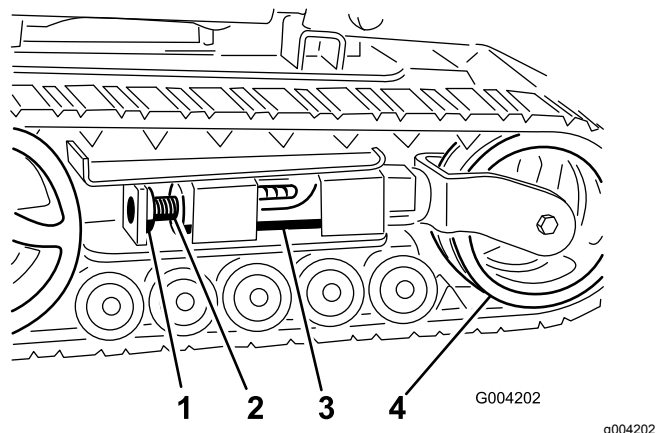
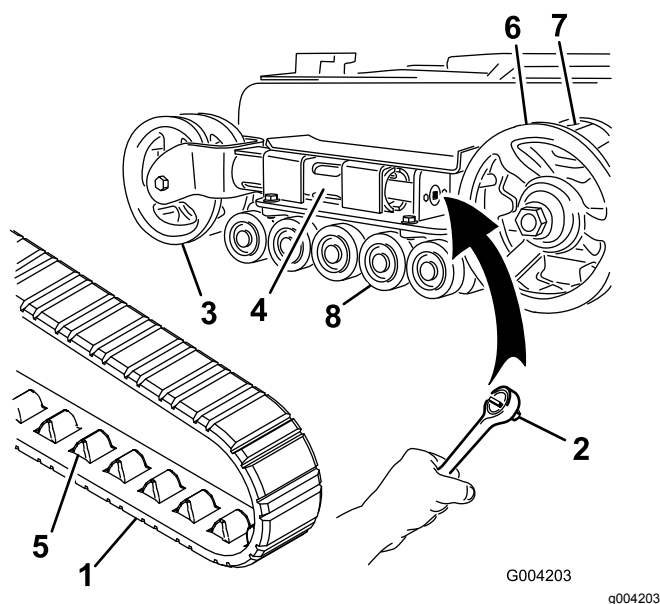
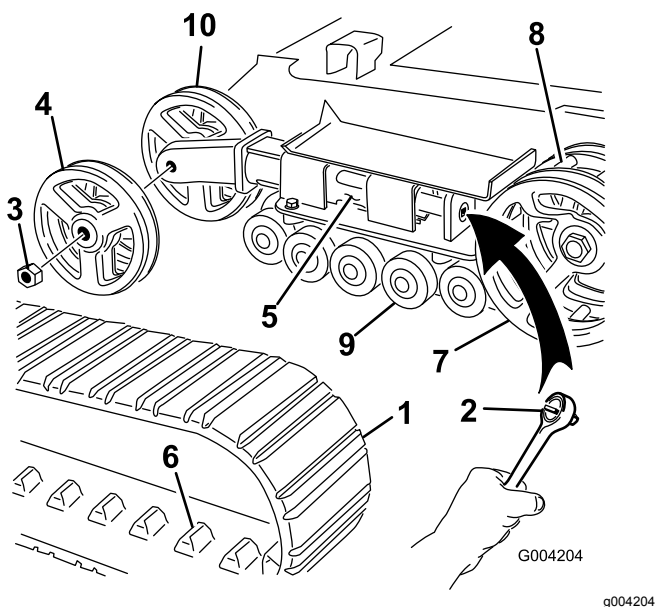

Рисунок 45
Рисунок 46
Рисунок 47
4. Отвинтите зажимной болт и гайку (Рисунок 45).
6. Совместите ближайшую выемку в натяжном винте с отверстием в зажимном болте и закрепите винт при помощи зажимного болта и гайки (Рисунок 45).
Примечание: Если передние натяжные колеса установлены в вилке на конце натяжной трубы, на вашей машине установлены узкие гусеницы. (Рисунок 46).
вращая натяжной винт по часовой стрелке (Рисунок 45 и Рисунок 46).
Примечание: Если передние натяжные колеса установлены на конце натяжной трубы с боковых сторон, на вашей машине установлены широкие гусеницы (Рисунок 47).
6. Надавите на натяжное колесо в направлении задней части блока, чтобы придвинуть натяжную трубу к раме (Рисунок 46).
8. Когда гусеница будет снята с натяжного колеса, снимите ее с ведущей звездочки и опорных катков (Рисунок 46).
9. Сначала установите новую гусеницу на ведущую звездочку. Звенья гусеницы должны находиться между зубьями звездочки (Рисунок 46).
10. Протолкните гусеницу под опорные катки и одновременно между ними (Рисунок 46).
5. Используя ключ с храповым механизмом на 1/2 дюйма, ослабьте натяжение привода, вращая натяжной винт по часовой стрелке (Рисунок 45 и Рисунок 47).
6. Надавите на натяжное колесо в направлении задней части блока, чтобы придвинуть натяжную трубу к раме (Рисунок 47).
7. Отвинтите гайку, которая крепит внешнее натяжное колесо, и снимите колесо (Рисунок 47).
8. Снимите гусеницу (Рисунок 47).
9. Отвинтите гайку, которая крепит внутреннее натяжное колесо, и снимите колесо (Рисунок 47).
13. Установите внутреннее натяжное колесо и закрепите его отвинченной ранее гайкой (Рисунок 47).
15. Установите новую гусеницу на ведущую звездочку. Звенья гусеницы должны находиться между зубьями средней части звездочки (Рисунок 47).
16. Установите внешнее натяжное колесо и закрепите его отвинченной ранее гайкой (Рисунок 47).
6. Поместите наполненный смазкой колпачок опорного катка поверх головки болта (Рисунок 46).
7. Закрепите колпачок опорного катка стопорным кольцом (Рисунок 46).